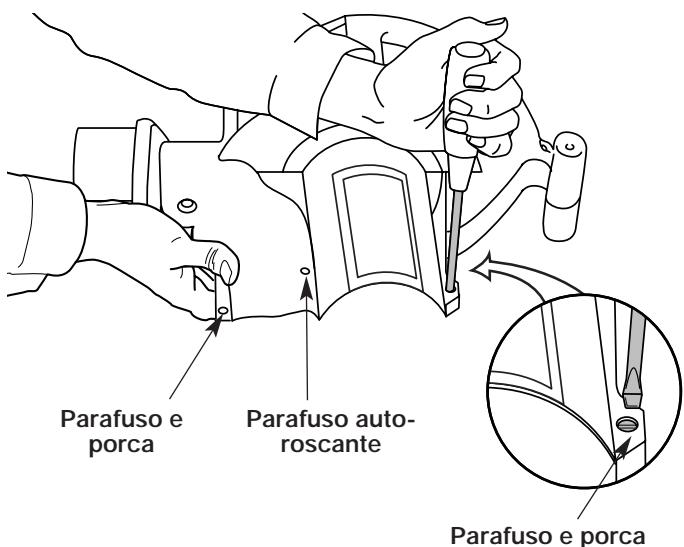

Fig. 2
3. Introduza os 2 (dois) parafusos T20 Torx 8-32 x 3/4" no lado direito do resguardo do motor e as 2 (duas) porcas no lado esquerdo do resguardo motor (Fig. 2).
5. Instale os 2 (dois) parafusos auto-rosantes T20 Torx 8-16 x 3/4" restantes nos orifícios situados de cada lado do resguardo (Fig. 2). Aperte-os bem, mas não os aperte demais.